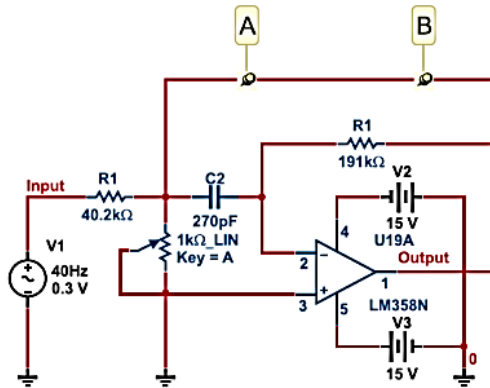

Рис. 10.7. Смуговий фільтр
7. Створіть схему, що показана на рис. 10.7. Виберіть необхідні компоненти з Основної бази даних (Master Database) (Розмістити/Компонент Place/Component) і Популярного списку (In-UseList). Встановіть значення компонентів, як показано на рисунку. На замітку: компоненти R1, R2 і C2 віртуальні.